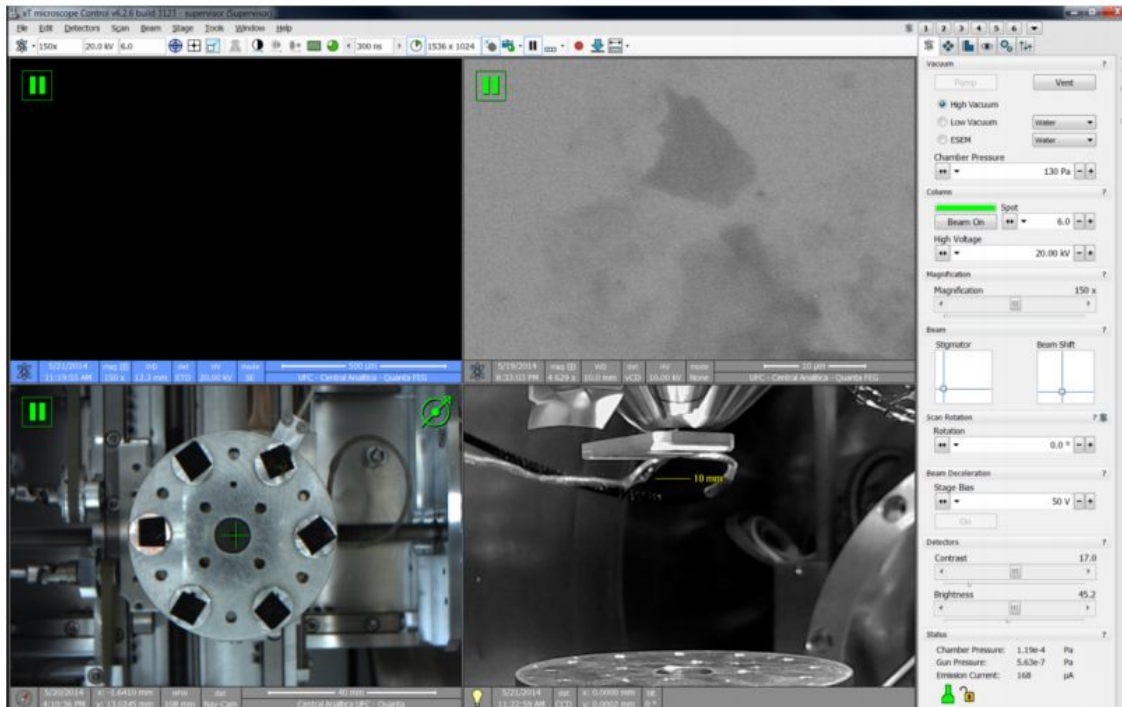

Figura 3. Interface do software *XT Microscope Control*.
- ✓ A primeira interface deste software está apresentada na Figura 3 e deve estar exibida no monitor MPC (à direita).